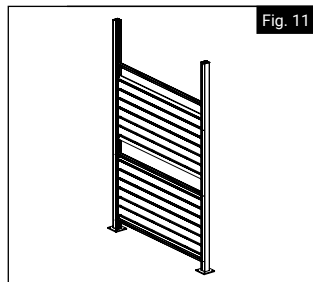

Fig. 11
10. Repita los pasos 7-9 para los paneles intermedio y superior (Fig. 11 y 12).